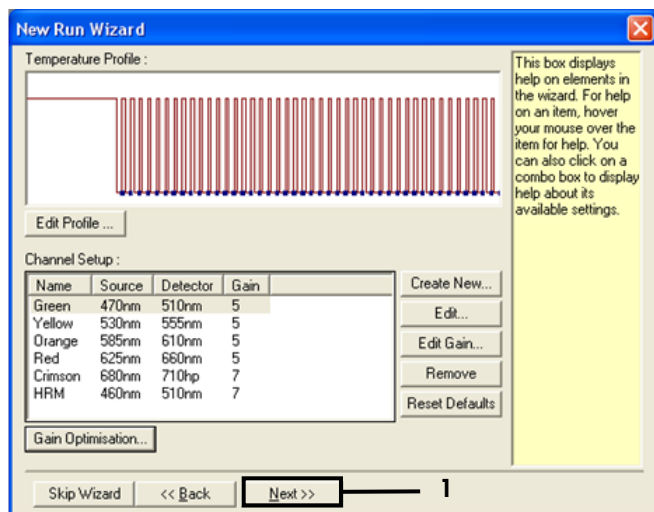

Abbildung 32. „Next“ (Weiter) (1).
15. Klicken Sie auf „Next“ (Weiter, Abbildung 32), um die Vorlage des *therascreen* EGFR RGQ PCR Kits (*.ret-Datei) am gewünschten Speicherort zu speichern. Klicken Sie dazu auf „Save Template“ (Vorlage speichern).